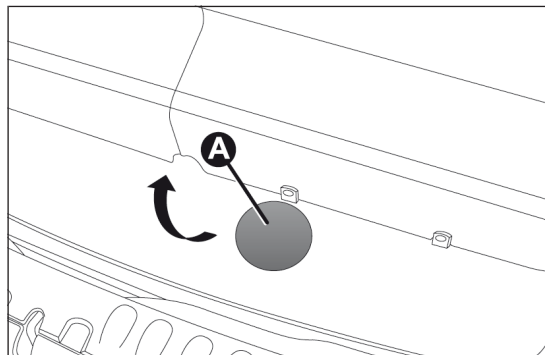
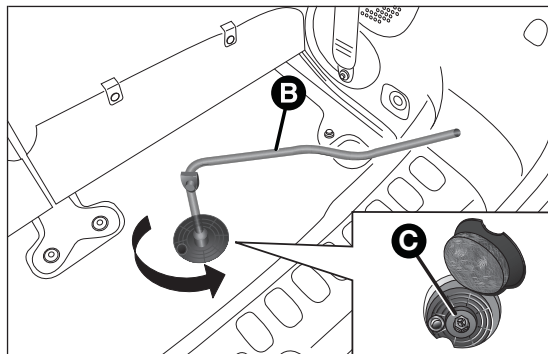

fig. 28
fig. 29
- ❑ soulever le volet A fig. 28 situé sur le tapis de sol du coffre à bagages, prendre la clé B fig. 29 de la boîte à outils et l'insérer sur le dispositif C ;
- tourner la clé B fig. 29 dans le sens inverse des aiguilles d'une montre de sorte à dévisser le boulon de blocage du support de la roue compacte de secours pour permettre la descente de cette dernière ;